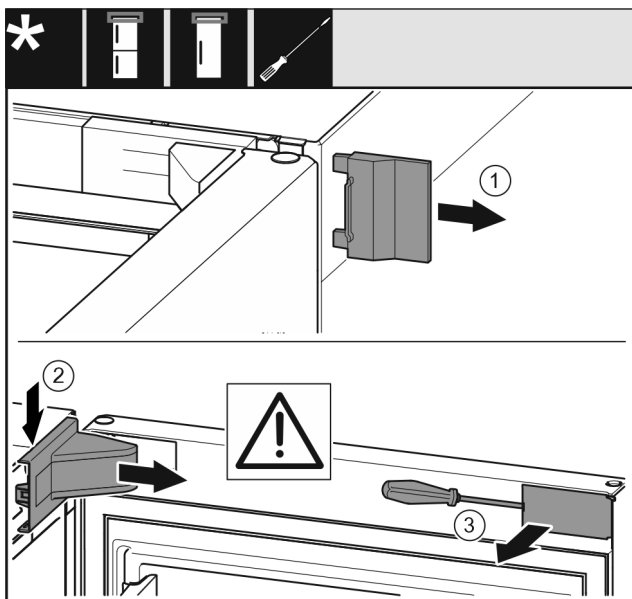

Fig. 8
- Odoberte vonkajší kryt Fig. 8 (1).
- Odistite a odoberte kryt ložiskovej konzoly Fig. 8 (2).
- Odistite kryt Fig. 8 (3) plochým skrutkovačom a odklopte ho do strany.